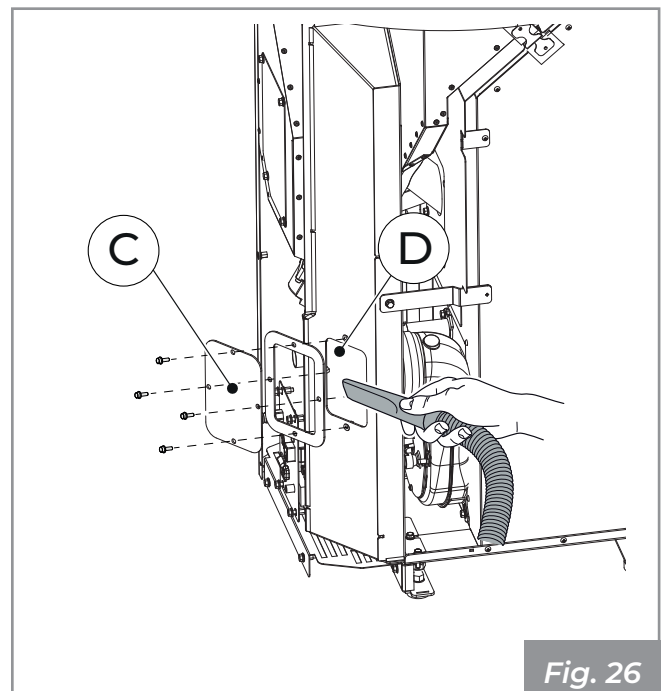

Fig. 26
- Quitar el tapón de inspección (**C**) y la relativa junta para acceder al colector de humos (**Fig. 26 - D**).